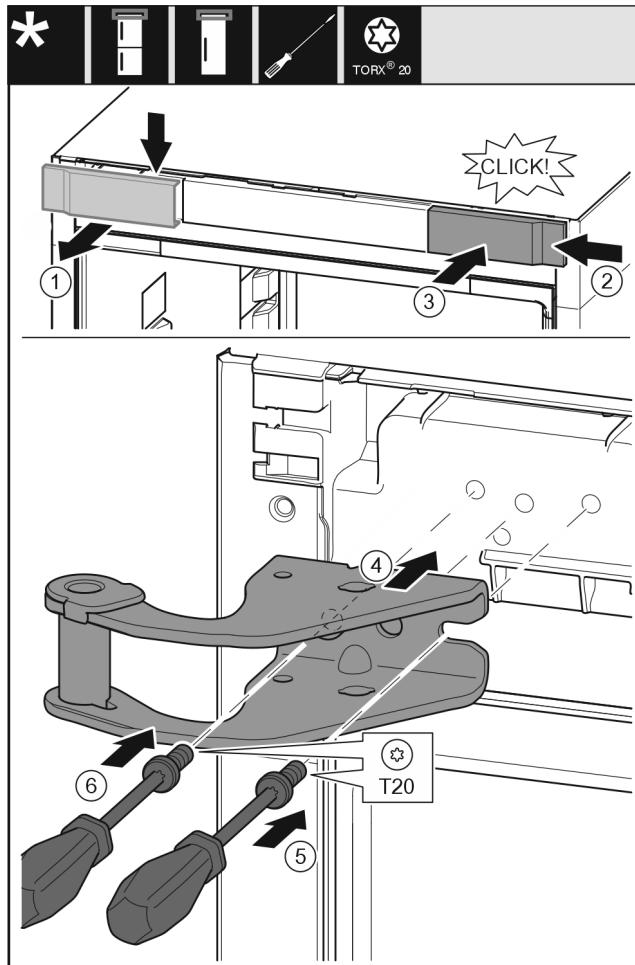

Fig. 11
- ▶ 从上方朝前取下盖板。Fig. 11 (1)
- ▶ 将盖板旋转 180° 至另一侧从右边挂上。Fig. 11 (2)
- ▶ 卡入盖板。Fig. 11 (3)
- ▶ 装上上方的托架。Fig. 11 (4)
- ▶ 用 T20 螺丝刀放上并旋紧螺钉。Fig. 11 (5)
- ▶ 用 T20 螺丝刀安装并旋紧螺钉。Fig. 11 (6)